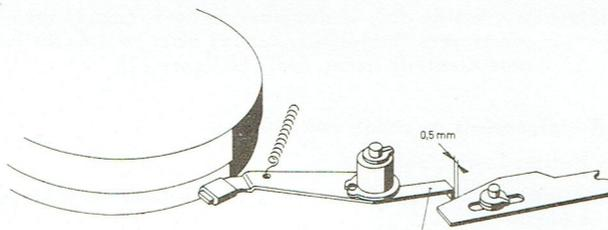

Fig. 10.
**Frein gauche, voir la figure 10.**